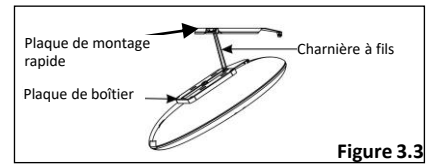

Figure 3.3
- Accrochez l'appareil à la plaque de montage rapide à l'aide de la charnière métallique. [Fig. 3.3]